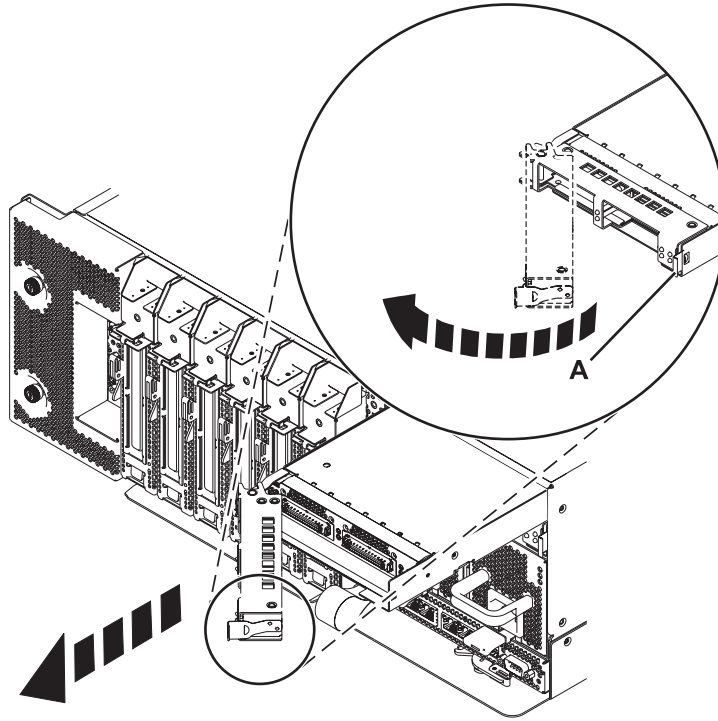

Figura 3. Extracción del adaptador GX del sistema
7. Empuje la pestaña de bloqueo (A) hacia la izquierda y gire la cubierta de la tarjeta GX en la dirección mostrada en la Figura 3 en la página 10.